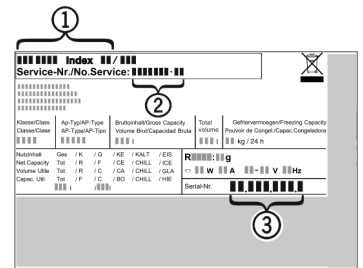

Fig. 11
- Denominación del aparato Fig. 11 (1), n° del servicio técnico Fig. 11 (2) y n° de serie Fig. 11 (3) en la placa de identificación. La placa de identificación se encuentra en la parte interior izquierda del aparato.
- Informe al servicio postventa e indique el fallo, la denominación del aparato Fig. 11 (1), el n° del servicio técnico Fig. 11 (2) y el n° de serie Fig. 11 (3).